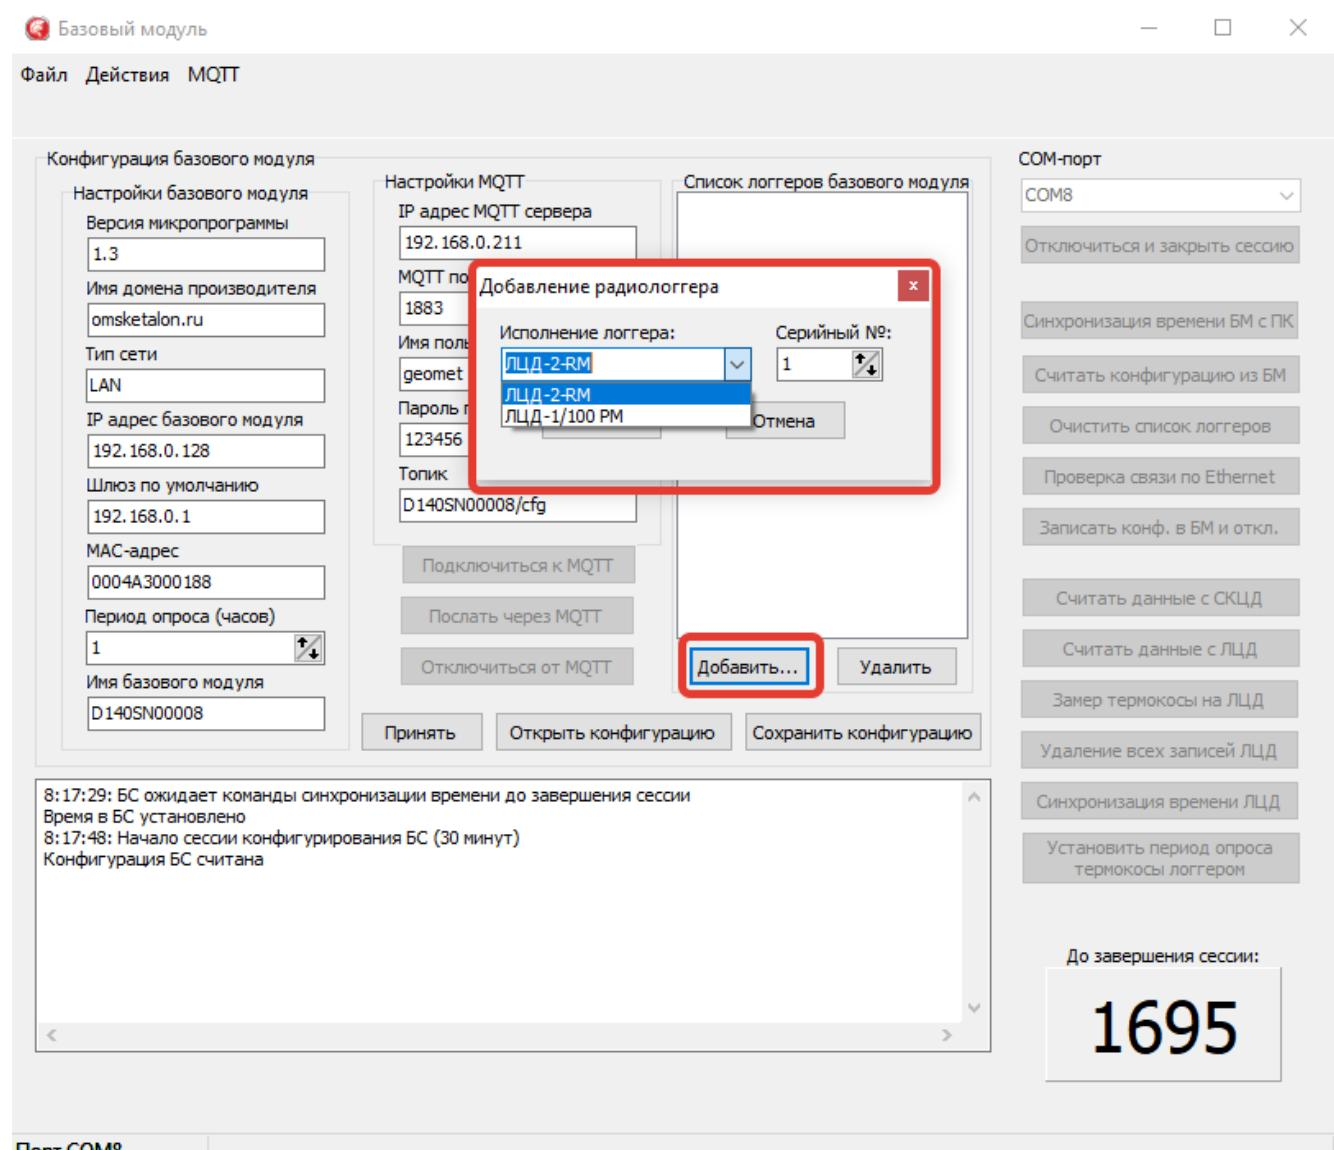

Рисунок 5
2.5.2.12 В поле «Список логгеров базового модуля» занести логгеры, которые будет опрашивать ШСПД. Для этого нажать кнопку «Добавить» (рисунок 5), выбрать исполнение логгера и ввести серийный номер логгера (записан в паспорте и на самом логгере).